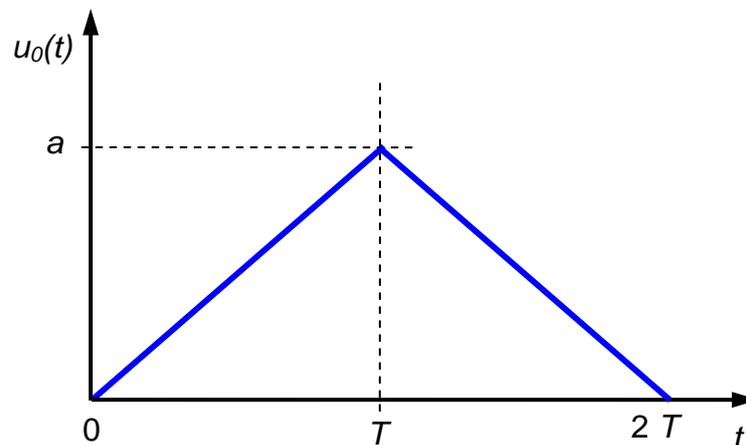
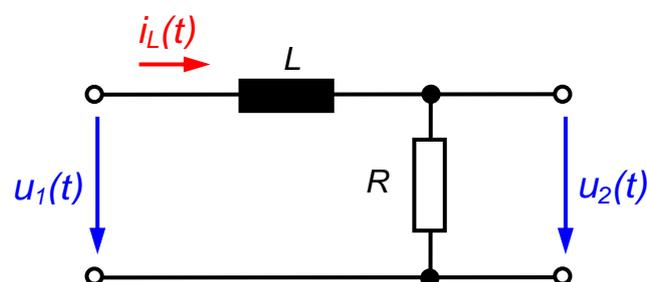

Bild 6.1: Eine Periode des sich mit der Periodendauer T_0 wiederholenden Zeitsignals
Bild 6.2: RL-Schaltung
Die in **Bild 6.1** dargestellte Spannung wiederholt sich periodisch mit der Periode T_0 . Es wird auf eine RL-Schaltung (**Bild 6.2**) gegeben. Aufgabe ist die Berechnung der zugehörigen Ausgangsspannung und deren Trennung in einen flüchtigen und einen stationären Anteil.
- e. Berechnen Sie die Laplace-Transformierte $U_2(p)$ in Abhängigkeit der Schaltungsparameter bei anfangs leeren Energiespeichern und Anregung der Schaltung mit einer periodischen Spannung (Periode T_0 , Zeitfunktion einer Periode gemäß **Bild 6.1**).